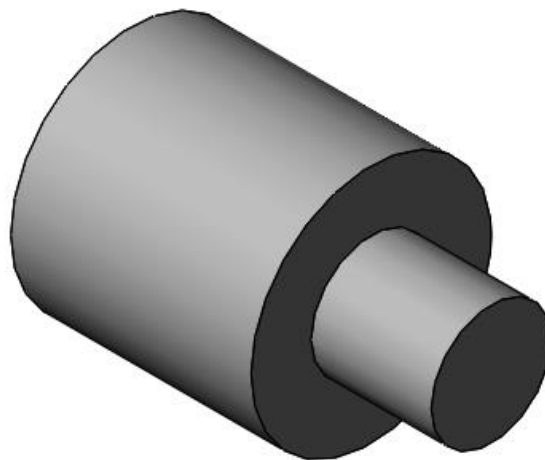

Ilustración 53
Paso 1: Extruir la siguiente figura (Ver ilustración 53).